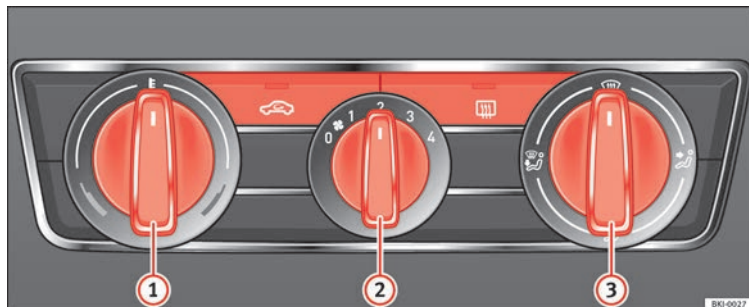

Abb. 167 Bedienelemente der Heizung in der Instrumententafel.
- Drehen Sie den Temperaturregler » Abb. 167 ① nach links.
- Drehen Sie den Gebläseschalter ② auf eine der Gebläsestufen 1-4.
- Lenken Sie den Luftstrom mit dem Luftverteilungsregler ③ in die gewünschte Richtung.
- Drehen Sie den Temperaturregler » Abb. 167 ① nach rechts, bis die gewünschte Heizleistung erreicht ist.
- Drehen Sie den Temperaturregler » Abb. 167 ① ganz nach rechts auf die höchste Heizleistung.
- Drehen Sie den Gebläseschalter ② auf Stufe 4.
- Drehen Sie den Temperaturregler » Abb. 167 ① in den Heizbereich.
- Drehen Sie den Gebläseschalter ② auf eine der Gebläsestufen 2-3.